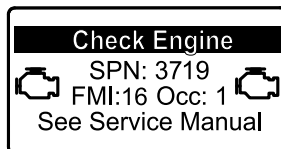

Figura 31
- Si se requiere una regeneración en estacionamiento, el InfoCenter muestra la advertencia del motor SPN 3719, FMI 16 (Figura 31), y la computadora del motor reduce la potencia del motor al 85 %.